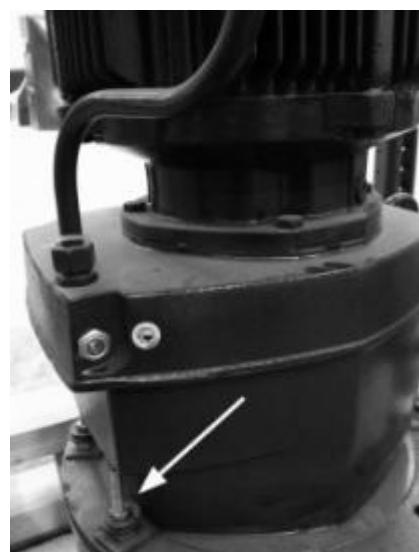

Fig. 34
- b) Vérifier la fixation du moteur: Vérifier que les écrous des vis de fixation du moteur (fig. 34) se trouvent correctement serrés, dans les cas contraire les serrer.
- b) Comprobar sujeción del motor: Comprobar que se encuentran correctamente apretadas las tuercas de los tornillos de sujeción del motor (fig. 34), en caso de no ser así, apretarlas.